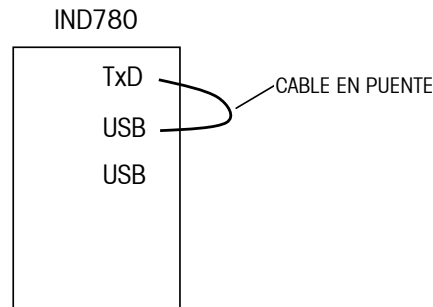

Figura 3-24: Cable en puente colocado entre las terminales de transmisión y recepción
- Si se coloca un cable en puente entre las terminales de transmisión y recepción (Figura 3-24) en el puerto que se está probando, la misma cadena de datos que es transmitida aparece como el campo receptor.